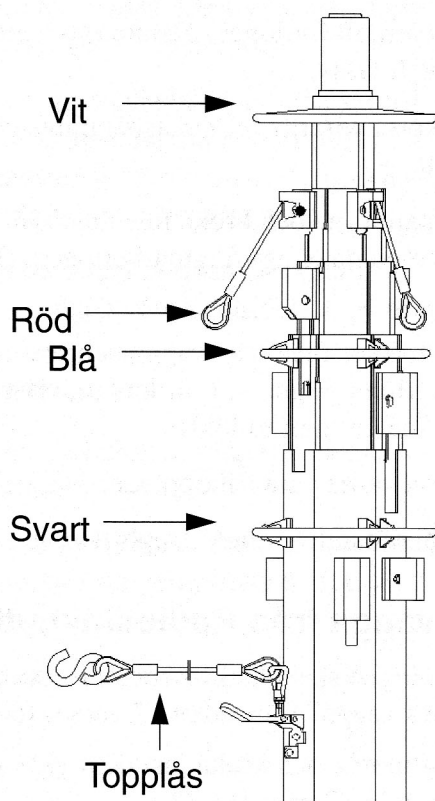

Bild 20. Fastsättning av staglinorna. Detaljer
Kontrollera att de nio korta wirarna är monterade enligt färgmärkningen (Vit-Vit, Röd-Röd och Blå-Blå, se även bild 20 på sidan 22)
1. Dra ut staglinorna och kroka fast dem vid masten enligt färgmarkeringen. (Se bild 20 på sidan 22.)
7. Lossa mastens topplås. Veva fram mastsektionerna ca 10 cm så att fästörönen för staglinorna blir lätt åtkomliga, se bild 20 på sidan 22.